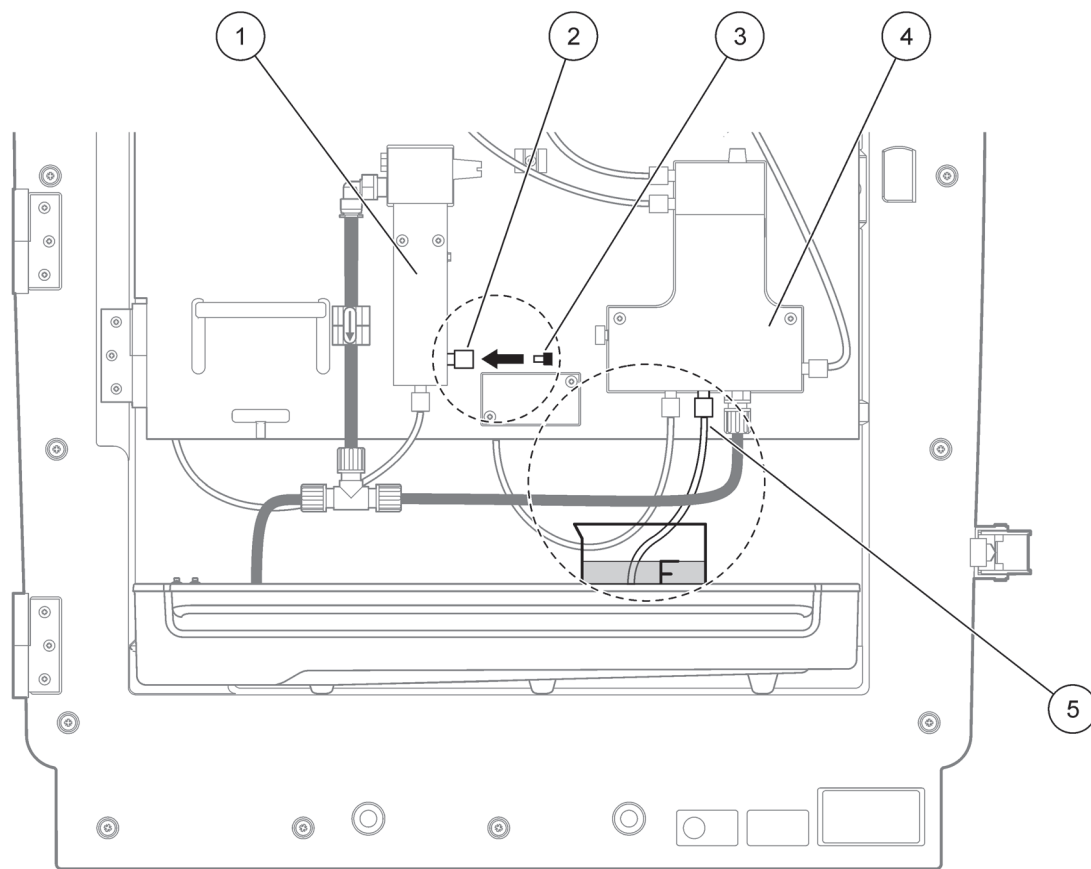

図 19 PHOSPHAX sc の変更
7. [ENTER (入力)] を選択して、分析装置を変更します (49 ページの 図 19):